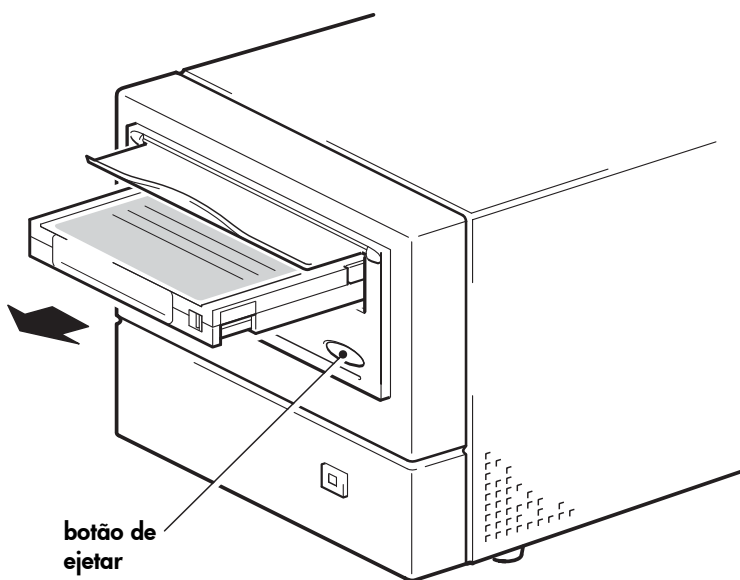

Figura 7b: descarregar um cartucho
- 1 Pressione o botão de ejetar no painel frontal. (Veja a figura 7b.)